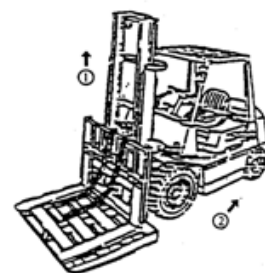

Fig 8-8
- 4) Levantar el mástil interior (① en Fig.8-8).
- 5) Asegúrese de que el bastidor de la horquilla ya está separado del mástil exterior y, a continuación, conduzca la carretilla elevadora marcha atrás (② en Fig.8-8).